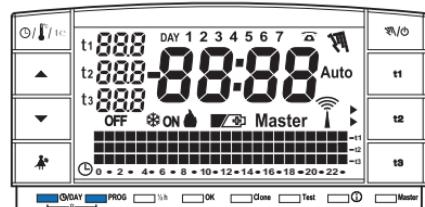

fig. 27
- Para cancelar los datos registrados presionar (por 2 seg.) las teclas **DAY** y **PROG**. En la pantalla aparecen todos los segmentos iluminados (autotest general (fig. 27/28).